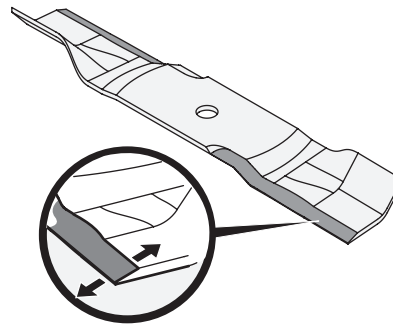

Figure 58
- Pour affûter correctement les lames de coupe, enlevez des quantités égales de métal des deux extrémités des lames le long des bords de coupe, parallèlement au bord de fuite, à un angle de 25° à 30°. Il faut toujours affûter chaque bord de lame de la même manière pour maintenir l'équilibre de la lame (Figure 58).